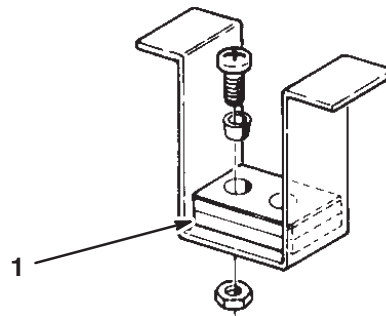

Bild 14
11. Stellen Sie sicher, dass die vorderen Schnitthöhenstifte richtig auf den Rahmenpolstern aufliegen (Bild 14). Wenn die Stifte nicht richtig aufliegen, legen Sie Beilagscheiben unter das Polster, um sie für eine richtige Ausrichtung anzuheben.